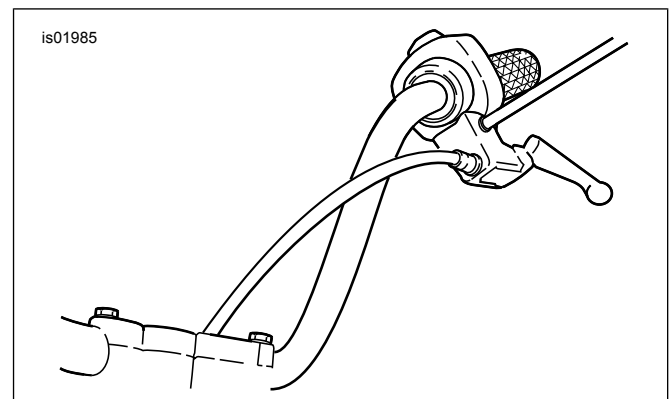

Figure 1. Nouvel acheminement du câble d'embrayage
- d. Voir Figure 1. Réacheminer le câble d'embrayage à l'intérieur du guidon et reconnecter le câble d'embrayage au levier d'embrayage.